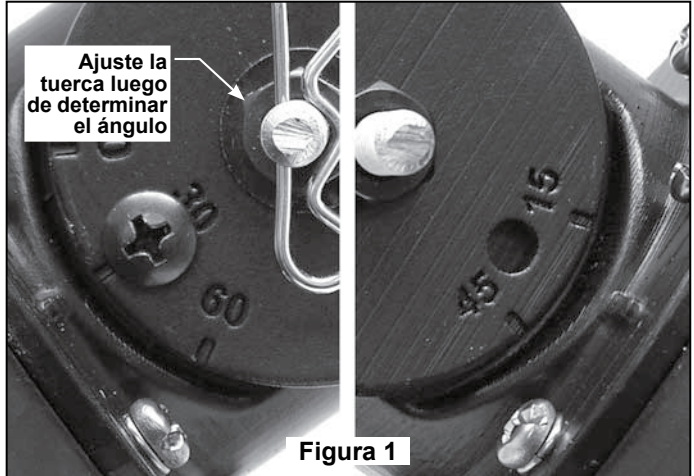

Figura 1
1. Retire las cubiertas de la articulación de ambos lados de la articulación girándolas en sentido contrario a las agujas del reloj. La figura 1 muestra los detalles de la marca de verificación del ángulo a ambos lados de la "articulación" del motor.
3. Luego de determinar los ángulos del cabezal del motor, asegúrese de ajustar bien la tuerca en el tornillo de articulación. (Figura 1)